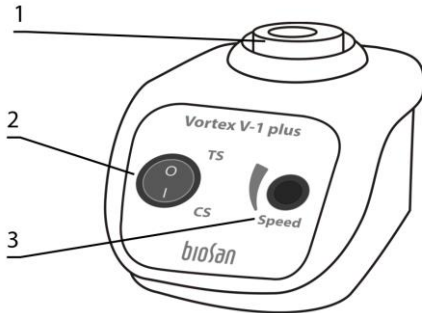

Abbildung 1. V-1 plus, Vorderansicht
5.1.2. Halten Sie ein Rohr an seinem oberen Teil fest und drücken Sie den unteren Teil auf den Vortexkopf (Abb. 1/1). Während der Rotation des Rotors die Schüttelintensität durch Variation des angelegten Drucks kontrollieren.
5.1.3.1 Stellen Sie den Schalter **TS/CS** (Abb. 1/2) auf Position **CS**.
5.1.3.2 Stellen Sie die gewünschte Geschwindigkeit durch Drehen des **Speed**-Knopfes (Abb. 1/3) ein.
5.1.4.1 Stellen Sie den Schalter **TS/CS** (Abb. 1/2) auf Position **TS**.
5.1.4.2 Stellen Sie die gewünschte Geschwindigkeit durch Drehen des **Speed**-Knopfes (Abb. 1/3) ein.
5.1.4.3 Schieben Sie das Rohr auf den Vortexkopf (Abb. 1/1) und halten Sie es für das Vortexen. Der Rotor stoppt, wenn das Rohr angehoben wird.